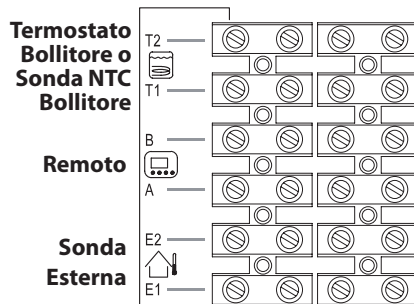

Figura 5.28
Per il collegamento del remoto servirsi dei morsetti indicati in Figura 5.28.
- Collegare ai morsetti **T1** e **T2** della morsettiera i due conduttori elettrici come indicato in Figura 5.28.